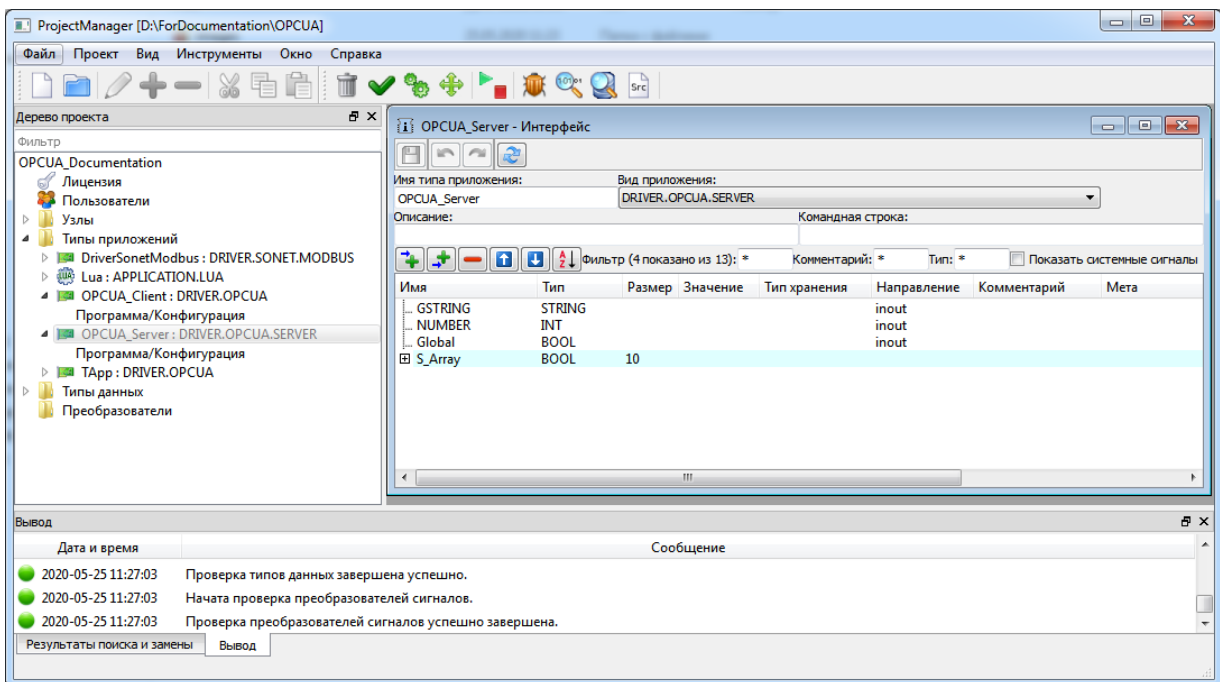

Рисунок 3.227 - Интерфейс приложения-драйвера OPCUA-сервер
2. Далее необходимо создать новое приложение (см. раздел 3.2.2.4) и провести настройки его интерфейса (см. рис. 3.227). Для этого в поле **Вид приложения** необходимо выбрать **DRIVER.OPCUA.SERVER**, поменять в поле **Имя типа** название приложения на удобное для дальнейшей работы и провести добавление локальных и глобальных сигналов SCADA-системы "СОНАТА" в интерфейс приложения (см. раздел 3.2.2.4.3.2). На рис. 3.227 добавлены локальный сигнал (массив) **S_Array** и глобальные сигналы **GSTRING**, **NUMBER** и **Global**.
- **Сигнал** - сигнал SCADA-системы "СОНАТА", который был ранее добавлен в интерфейс приложения-драйвера (см. рис. 3.227);